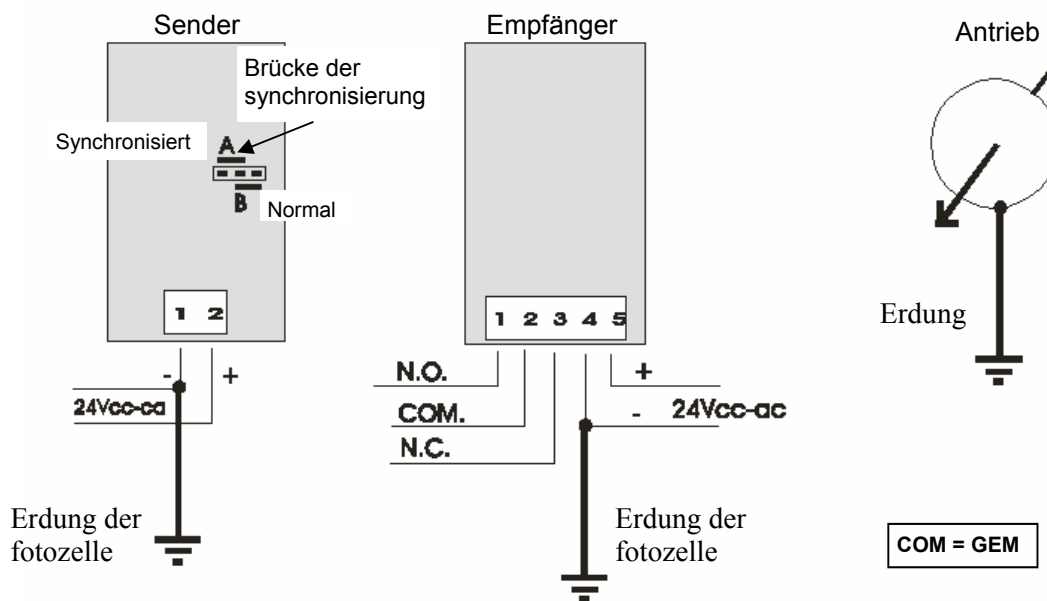

Abb. 2
2. Nehmen Sie die Anschlüsse vor (Abb. 2). Dabei achten Sie bitte auf die richtige Polarität und dass die Kabel möglichst kurz und nicht in unmittelbarer Nähe von möglichen Störstellen gelegt werden.
3. Falls Sie die synchronisierte Arbeitsweise wählen sollten, dann muss die Überbrückung auf Pos. A (Abb. 2) gesetzt werden. Wenn nicht lassen Sie diese auf die normale Position.